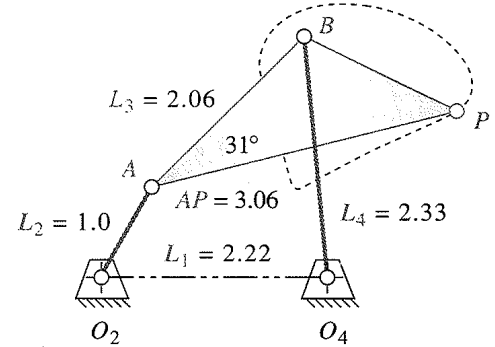

FIGURA P6-10 Problema 6-47 Mecanismo de cuatro barras con una curva de acoplador lineal recta doble
- *†6-47 La figura P6-10 muestra un mecanismo y su curva de acoplador. Escriba un programa de computadora o use un solucionador de ecuaciones para calcular y graficar la magnitud y dirección de la velocidad del punto P del acoplador a incrementos de 2° de ángulo de manivela con $\omega_2 = 100$ rpm. Compruebe su resultado con el programa LINKAGES.